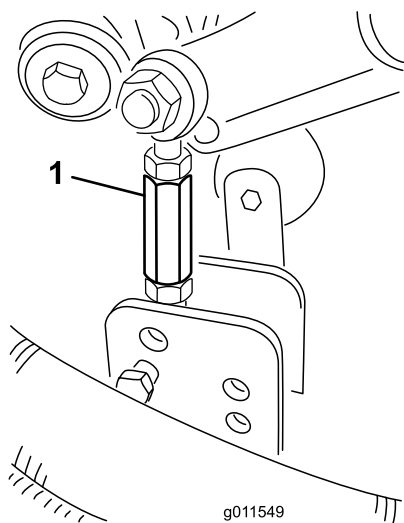

Рисунок 25
- Снимите игольчатые шплинты и шплинтуемые штифты, которые крепят тяги демпферов к кронштейнам дек газонокосилки (Рисунок 25).